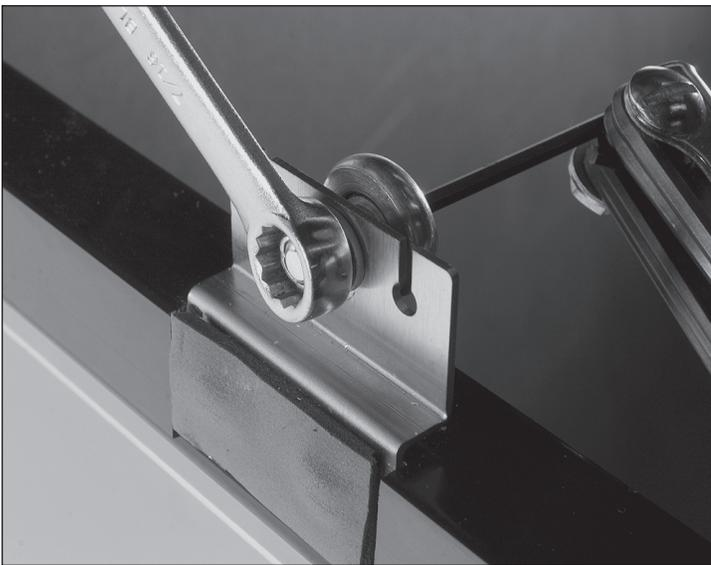

Figure 1. Réglez le galet.
2. À l'aide d'une clé à molette ou clé de 7/16" et d'une clé Allen de 1/8", desserrez le galet et déplacez-le le long de la lumière. Après réglage, resserrez le galet en position. Voir Fig. 1.